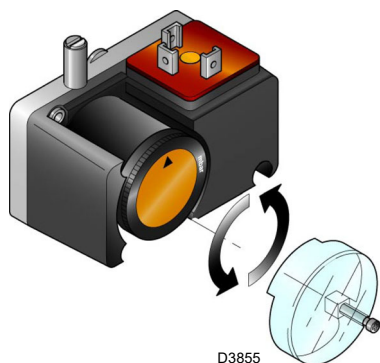

Fig. 32
- Regular el presostato para el control de estanqueidad (Kit PVP)(Fig. 32 a pág. 32), si está presente, según las instrucciones suministradas con el kit.
Regular el presostato para el control de estanqueidad (kit PVP) (Fig. 32) si está presente, según las instrucciones suministradas con el kit.